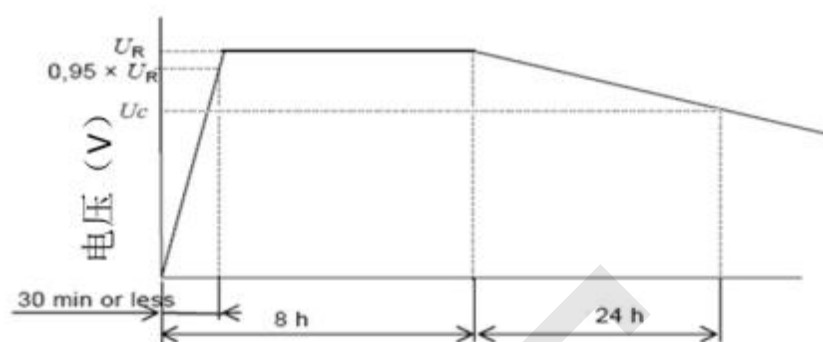

图5 自放电测试曲线图
- 在恒压充电 8h 结束后，将电容器两端从电压源断开，置于标准条件下 24h 后，测量电容器两端的残留电压  $U_c$ ，如图 5 所示。